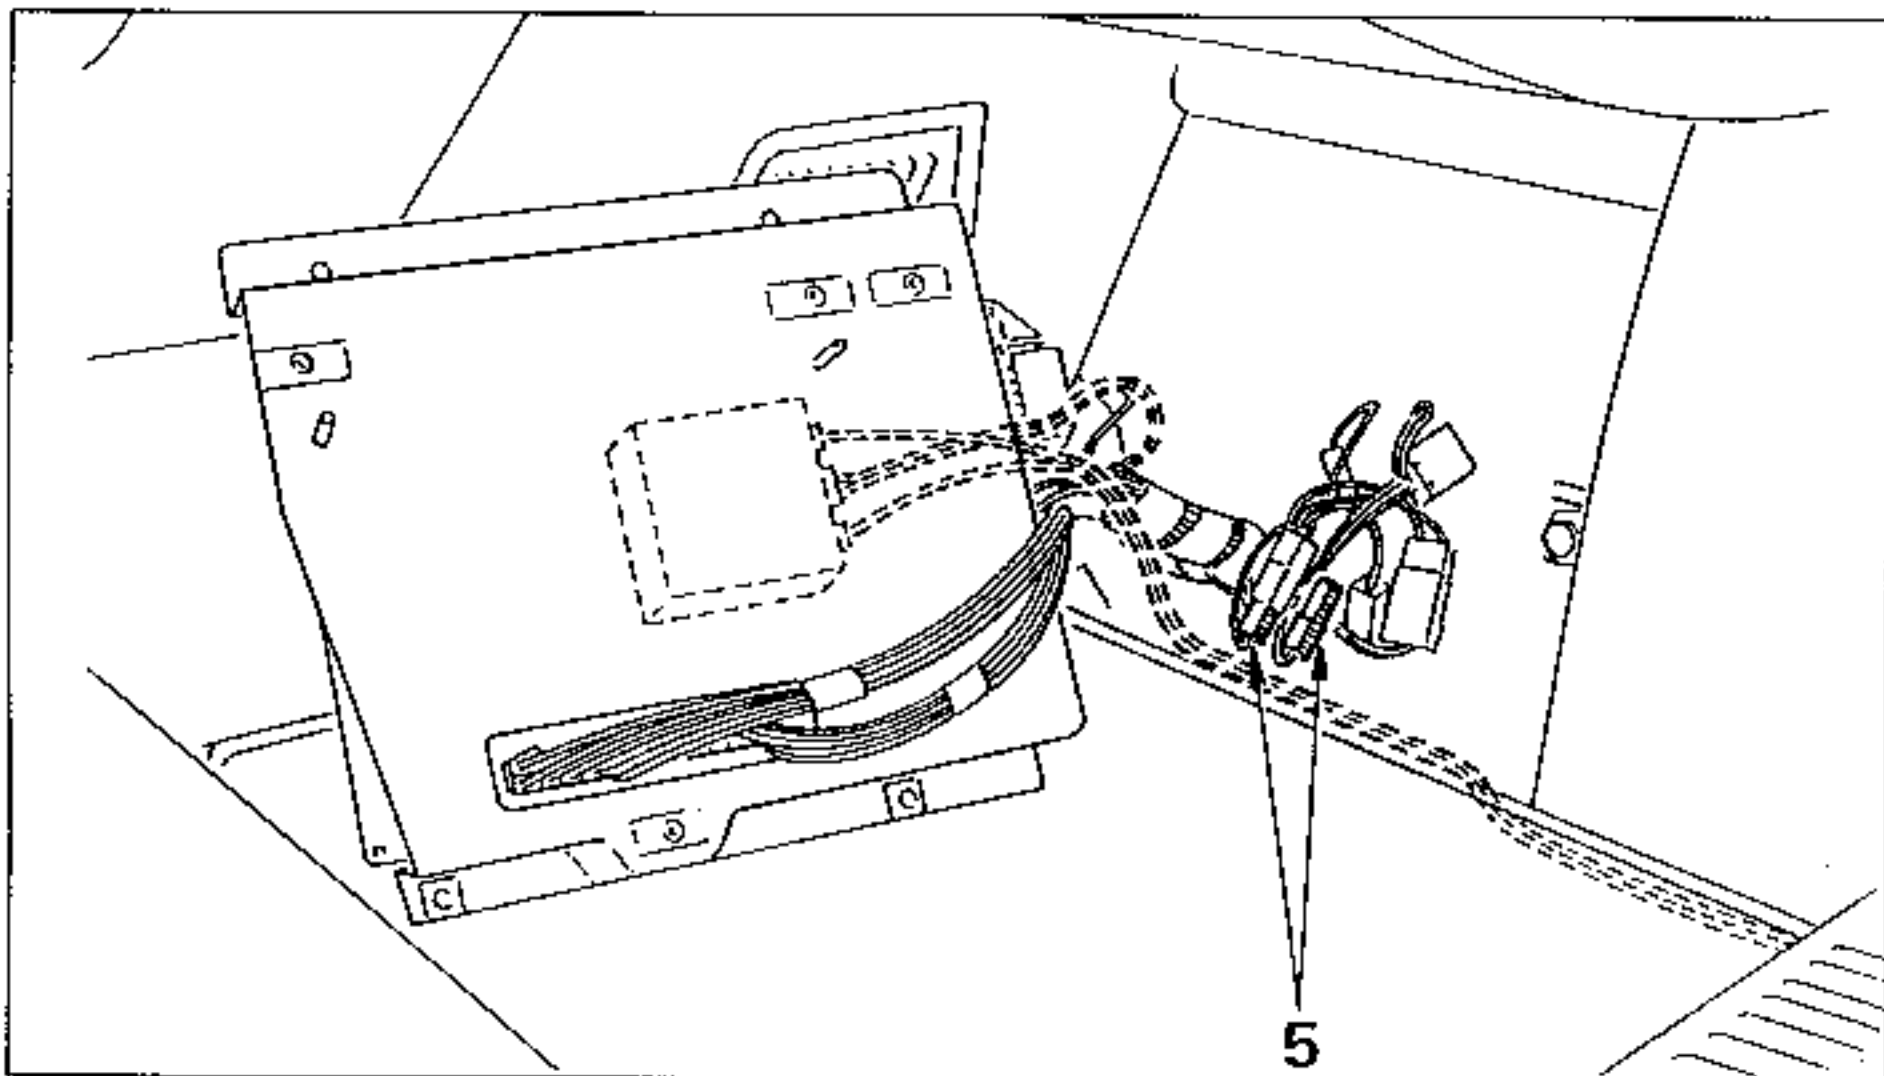

Fig. 12
- Intervenir sur le branchement (5) (Fig. 12) au niveau du précâblage comme indiqué ci-dessous :